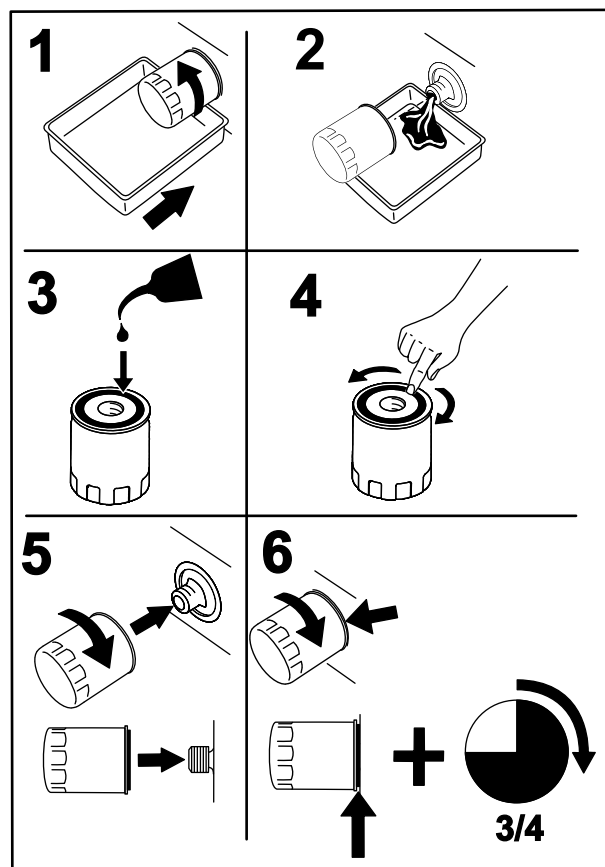

Figura 71
8. Coloque un recipiente debajo del filtro del colector (Figura 71).